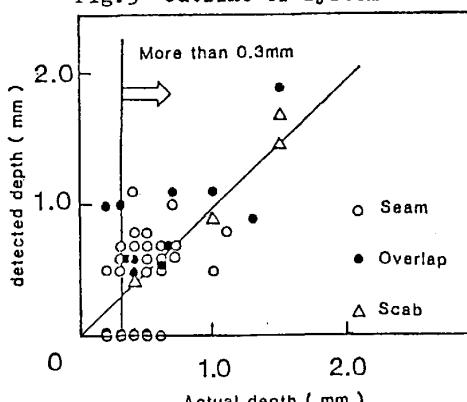

Fig. 4 Detectability
4. 探傷性能 Fig. 4に探傷結果の例を示す。ワレ、ヘゲ、オレコミにおいて、0.3mm以上の疵をほとんど検出している。